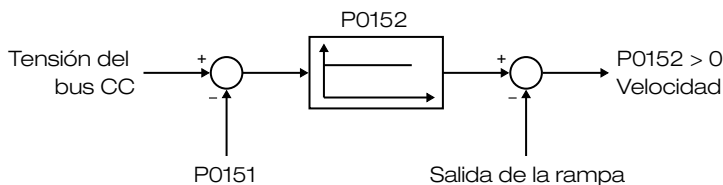

Figura 5.17: Diagrama en Bloque de la regulación de la tensión del bus CC
Cuando la tensión del bus CC alcance el nivel de regulación durante la desaceleración, el tiempo de desaceleración será extendido y el motor será acelerado hasta el momento que la tensión del bus CC salga del nivel de actuación. Consulte la Figura 5.16 en la página 5-27 y Figura 5.17 en la página 5-28.
- Consulte a P0151 (con control V/f) y la Figura 5.17 en la página 5-28.